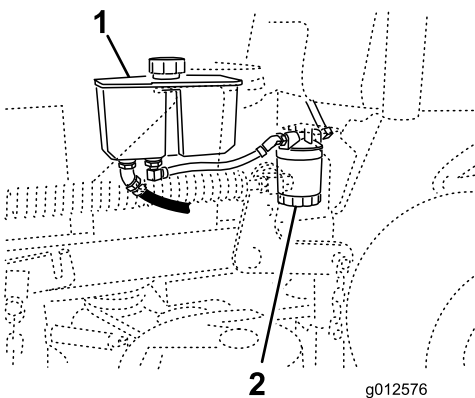

Figura 74
3. Localice el filtro y coloque un recipiente debajo del filtro (Figura 74).